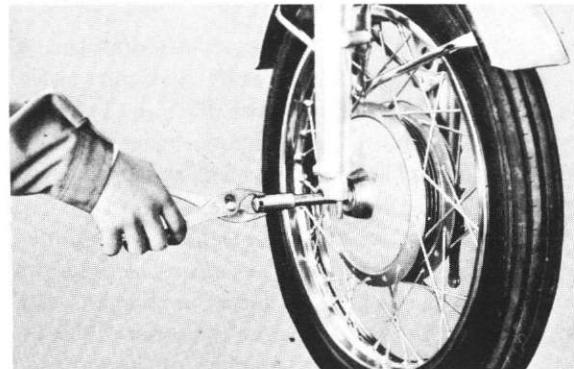

Fig. 5-1-9
- 5) Pull out the front wheel axle. (Fig. 5-1-9)
- 5) Retirez l'axe de roue avant. (Fig. 5-1-9)
- 5) Vorderradachse herausziehen. (Abb. 5-1-9)